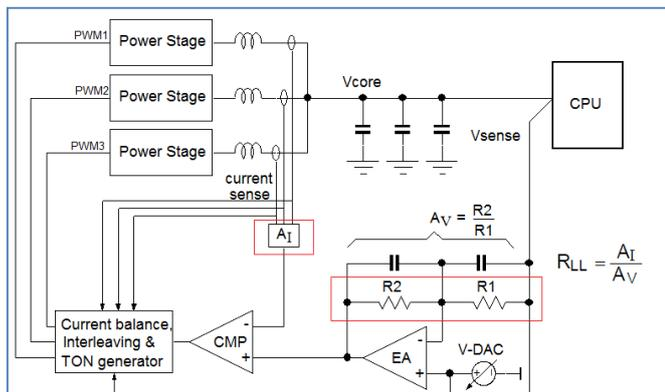

图 6：G-NAVP 技术的控制回路
立锜科技的 VCORE 转换器都使用电流模式-固定导通时间 (current mode (CM) - Constant On Time (COT)) 控制技术完成基本的电压调节功能，其简化的系统框图显示在图 6 中。